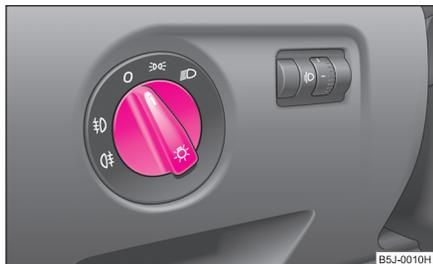

Fig. 31 Cuadro de interruptores: Conmutador luz
- Gire el conmutador de luces ⇒ fig. 31 hasta la posición ☞☛.
- Gire el conmutador de luz hasta la posición O ⇒ fig. 31.
- Poner el conmutador de luz en la posición luz de población ☞☛ o luz de cruce ☞☛☛ ⇒ fig. 31.
En los vehículos con **dirección a la derecha\***, la disposición de los interruptores se diferencia en parte de la ⇒ fig. 31 disposición mostrada. No obstante, los símbolos que marcan las posiciones de los interruptores son iguales. ▶